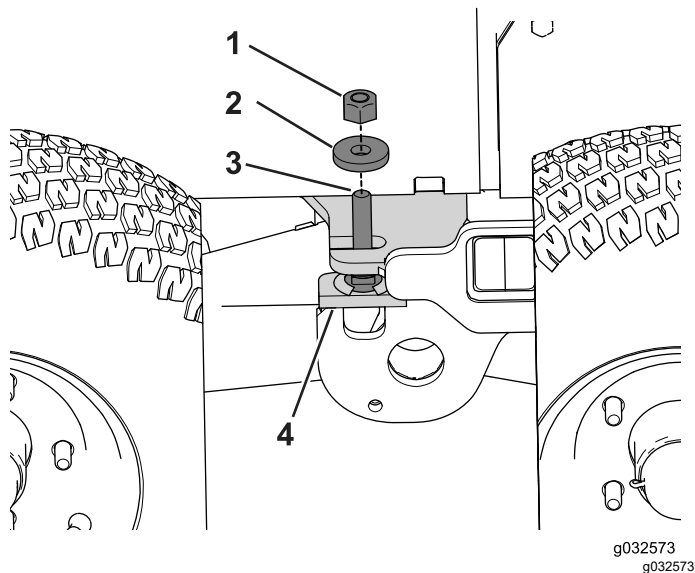

Figure 91
10. Installez le contre-écrou et la rondelle sur le goujon fileté de la butée de bogie (Figure 91).